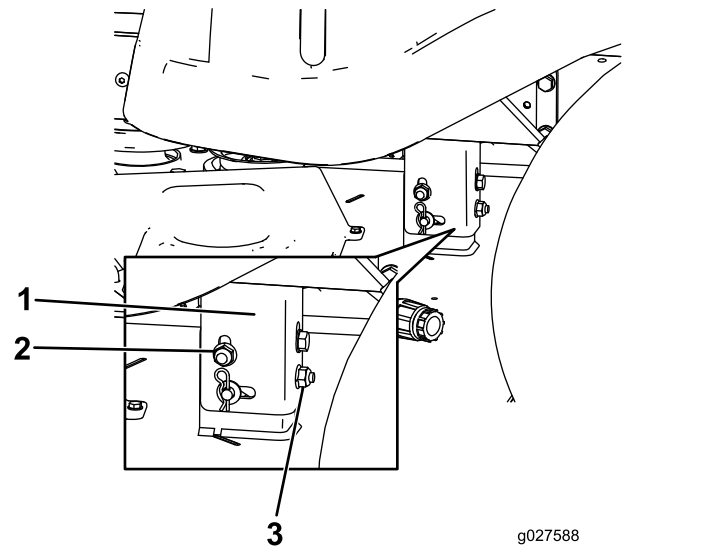

Figura 67
8. Levante ou baixe o lado esquerdo da plataforma do cortador através da rotação da porca da parte de trás (Figura 67).
Nota: Rode a porca da parte de trás no sentido dos ponteiros do relógio para elevar a plataforma do cortador; rode a porca da parte de trás no sentido contrário ao dos ponteiros do relógio para baixar a plataforma do cortador (Figura 67).